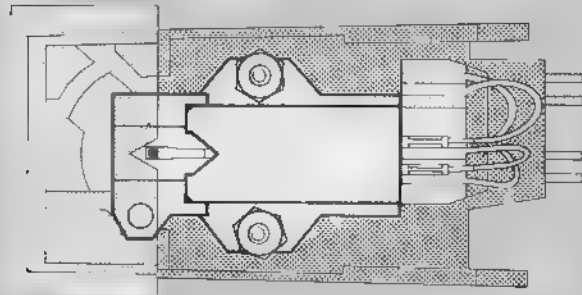

Fig 13
1. Zur Montage des Tonabnehmersystems lösen Sie den Systemträger (3) vom Tonarm, indem Sie den Tonarmgriff (2) nach hinten drücken. Halten Sie dabei den Systemträger fest, da er nach Öffnen der Verriegelung herunterfällt.
2. Befestigen Sie das Tonabnehmersystem unter Verwendung des dem Tonabnehmersystem beigelegten Zubehörs auf dem Systemträger. Zu beachten ist, daß sich die Abtastnadelspitze von oben betrachtet – mit der V-förmigen Aussparung der Systemlehre deckt (Fig. 13).
1. To mount the cartridge, detach the cartridge holder (3) from the tonearm by pressing the tonearm lift (2) backward, while holding the cartridge holder with your hand to prevent its falling down when the lock is released.
2. Using the hardware provided, mount the cartridge on the cartridge holder. Make sure that the V-shaped recess of the stylus tip as seen from above covers the cartridge gauge (Fig. 13).
1. Pour monter la cellule, retirez le porte-cellule (3) du bras en repoussant la poignée (2) du bras vers l'arrière. Maintenez en même temps le porte-cellule qui tombe après ouverture du verrouillage.
2. Fixez la cellule sur le porte-cellule en utilisant les accessoires joints à la cellule. Vérifiez que la pointe de lecture - vue de haut - se superpose à l'encoche en forme de V du gabarit de la cellule (fig. 13).
1. Voor montage van het element de systeemhouder (3) van de toonarm losmaken, door de toonarmgreep (2) naar achteren te drukken. Hierbij de systeemhouder vasthouden, omdat deze anders valt.
2. Bevestig het element op de systeemhouder en gebruik voor de plaatsbepaling de meegeleverde hulpstukken. Er moet op gelet worden dat de naaldpunt van boven af bekeken exact in de V vormige uitsparing valt (Fig. 13).
1. Para el montaje del sistema fonocaptor se separa el portacápsulas (3) del brazo, por medio de oprimir hacia atrás el asidero del brazo (2). Mantenga sujetado durante este proceso el portacápsulas, ya que se caerá al procederse a desbloqueo.
2. Monte la cápsula en el portacápsulas utilizando los accesorios adjuntos a la cápsula. Tenga en cuenta que la punta de la aguja lectora — vista desde arriba — debe coincidir con la escotadura en forma de V del calibre (Fig. 13).
1. Vid byte av pick-up lossas monteringsbryggan (3) genom att tonarmsgreppet (2) föres bakåt. Håll i bryggan, så att pick-uppen inte faller mot verkplattan och skadar nälen.
2. Montera den nya pick-uppen i monteringsbryggan. Se till att nå spetsen hamnar i rätt position, med hjälp av monteringsmallen (Fig. 13). Använd vid monteringen de tillbehör som medföljer skivspelaren. (Distansrör, skruvar och muttrar).